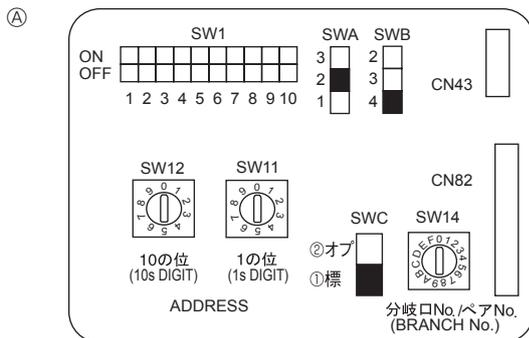

Fig. 5-4
5.5. Configuration des adresses (Fig. 5-4)
- ① Comment définir les adresses
- ② Comment définir les numéros des ramifications SW14
5.6. Réglage du commutateur pour haut plafond ou en cas de modification du nombre de sorties d'air (Fig. 5-4)
①	Standard	③
④	4 directions	2,5 m	2,7 m	Haut plafond 3,5 m
③	3 directions	2,7 m	3,0 m	3,5 m
②	2 directions	3,0 m	3,3 m	3,5 m
5.7. Détection de la température ambiante à l'aide du capteur intégré de la commande à distance (Fig. 5-4)